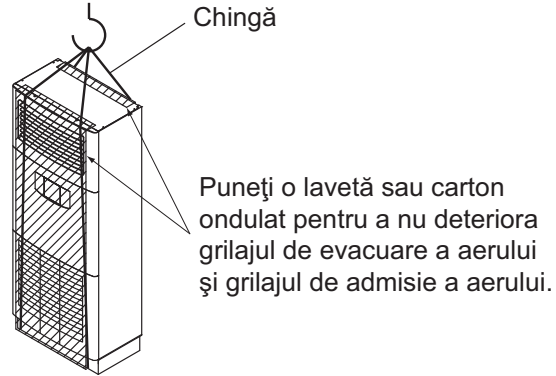

Fig. 1
- Când agățați unitatea pentru a o ridica, folosiți o chingă din material moale (din material textil, nailon etc.), după cum se arată mai jos. **(Consultați Fig. 1)**
(1) Agățare pe orizontală
(2) Agățare pe verticală